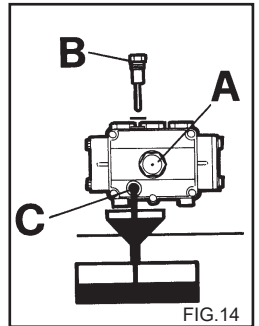

FIG.14
2) Desaperte o tampão com a vareta de controlo do nível (fig. 14).